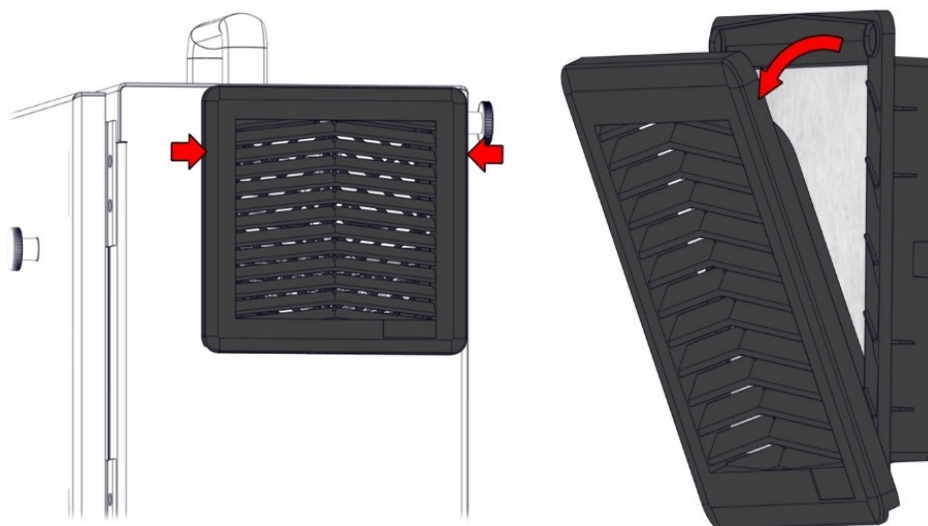

図 3.7。コントロールボックスのフィルターを交換します。
1. 図 3.7 の下図に示すように、赤い矢印で示す部分を引いて、外側のプラスチックフレームを慎重に取り外してください。フレームは外側に傾きます。